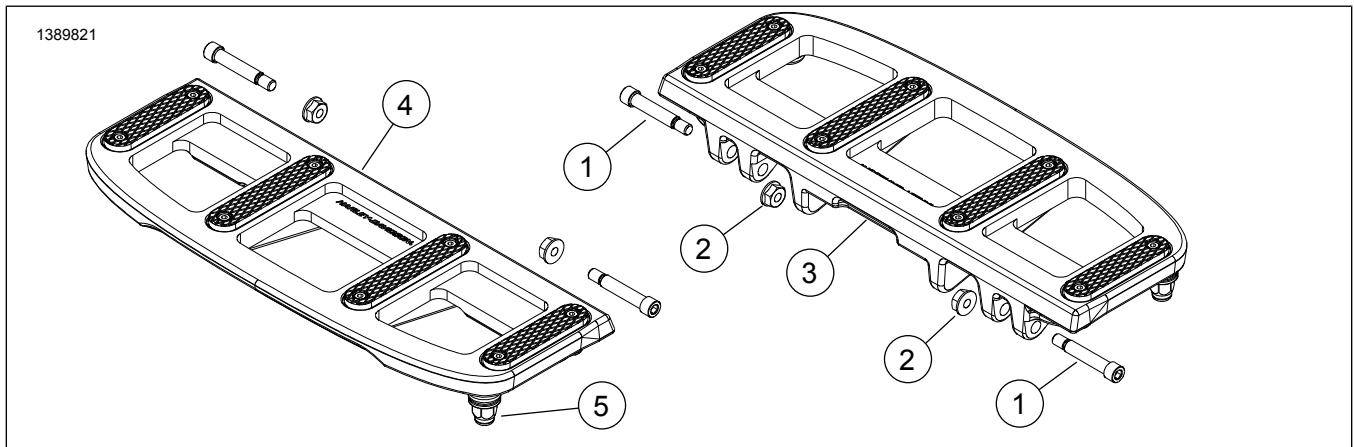

Figure 1. Contenu du kit : Composants du marchepied conducteur
1. Figure 1 Mettre en place le marchepied correct sur les supports de montage. La cheville d'usure devra être orientée vers l'arrière du véhicule.
2. Aligner les trous, installer les vis de pivot (1) et les écrous de blocage (2).